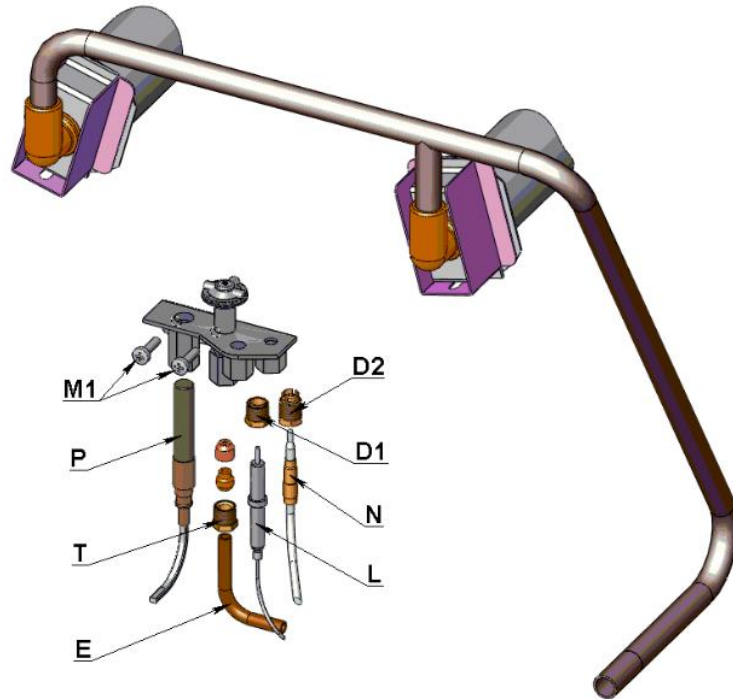

Fig.5
- **Grupo quemador piloto, termopar, bujía de encendido (Fig. 5)**